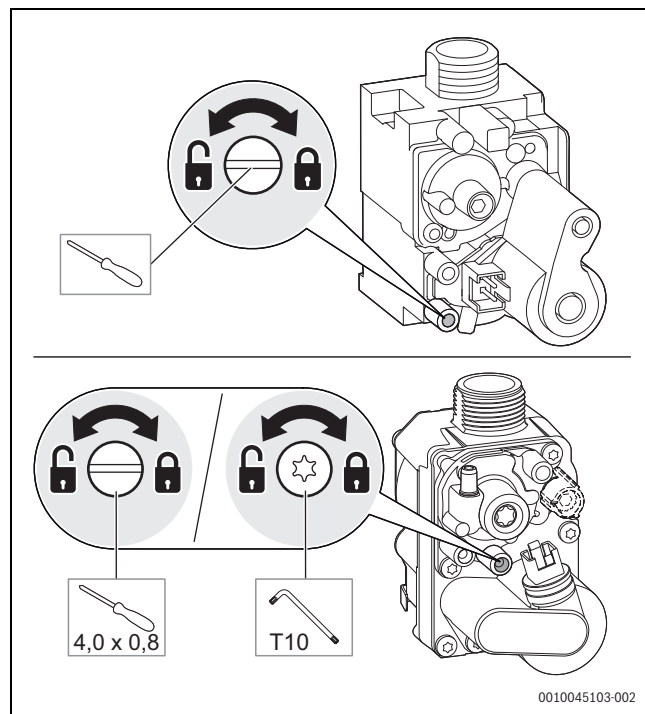

Fig. 37 Mesure de la pression de raccordement du gaz
- ▶ Desserrer la vis sur la tubulure de mesure pour la pression de raccordement du gaz de 2 tours (→ fig. 37).